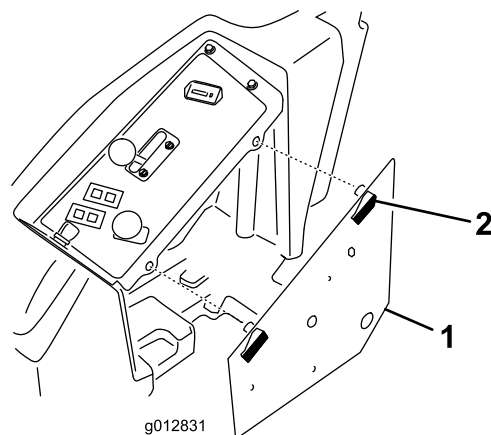

図 22
4. コントロールパネルカバーのラッチを外してカバーを取り外す 図 22。
6. コントロールパネルカバーのラッチを外してカバーを取り外す 図 22。